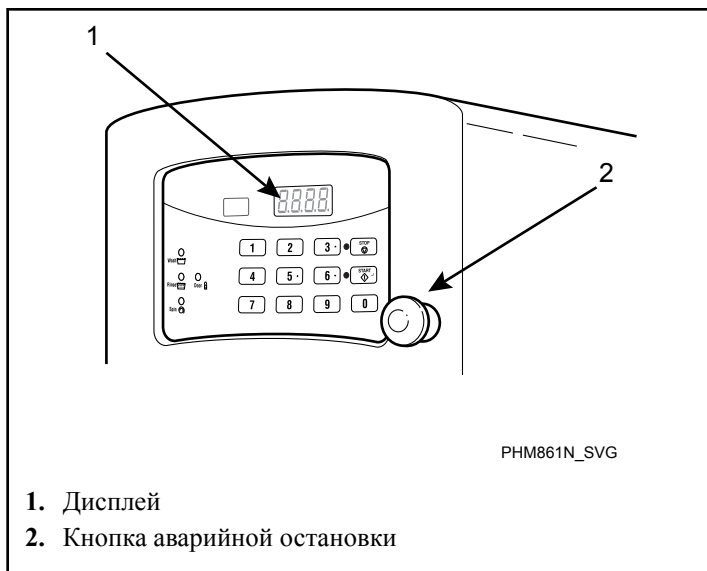

Рис. 39
9. Если во время эксплуатации машины возникли какие-либо опасные условия, необходимо вдавить кнопку аварийного останова (см. Рис. 39), чтобы прекратить работу машины.